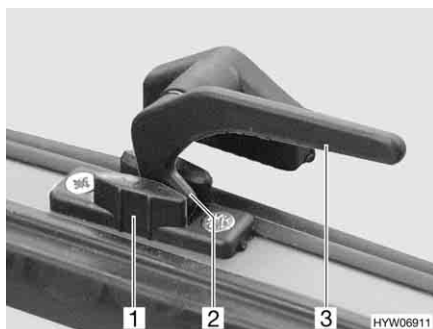

Fig. 27 Leva di serraggio in posizione "Aerazione continua"
- In posizione di "Aerazione continua" (Fig. 27)
- Ruotare la leva di serraggio (Fig. 27,3) di un quarto di giro verso il centro della finestra.
- Ruotare la leva di serraggio di un quarto di giro verso il telaio della finestra. Riportare contemporaneamente il nasello di chiusura (Fig. 27,2) nella rientranza della chiusura della finestra (Fig. 27,1).